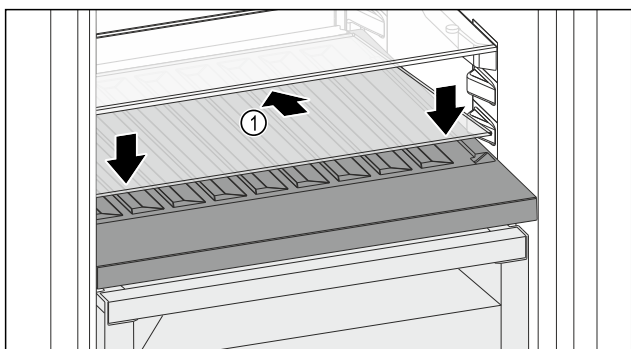

Fig. 223
- Skleněnou desku Fig. 223 (1) zasuňte šikmo a skloněnou dozadu dolů.
- Skleněnou desku Fig. 223 (1) vpředu spusťte dolů.